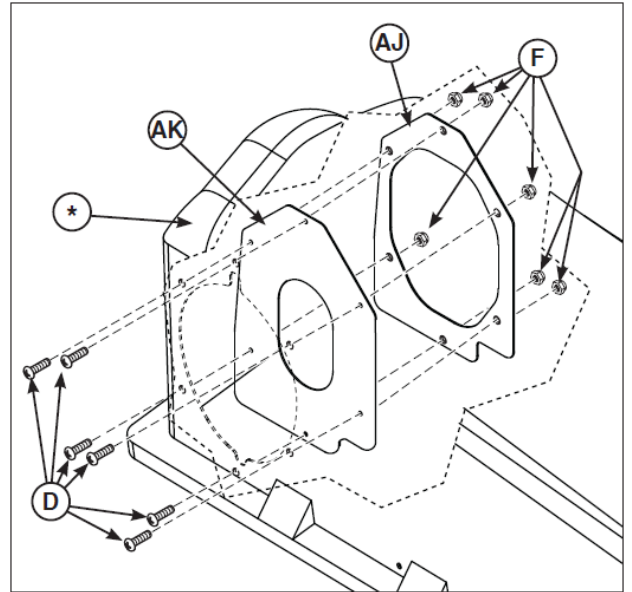

図 26
2. カバー-Assy（図 26 の*）の内側に、カバーシール（AK）とフランジシール（AJ）を置いてください。ボルト（D）とナット（F）6 組で固定してください。